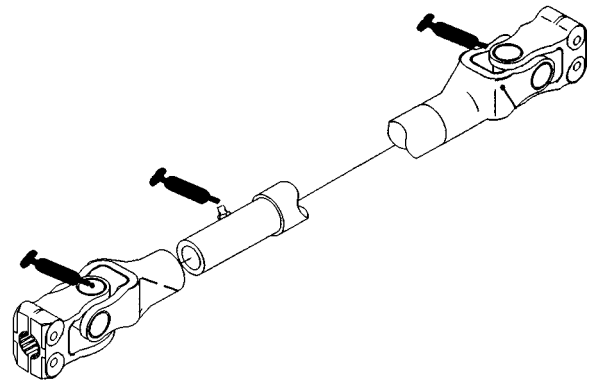

Bild 15
Nur Allradantrieb-Modelle—Lenkzylinder-Kugelgelenke (2), Hinterachsspurstange (2), Hinterachsgelenk (1), Doppelkardangeln (2 Stück pro Seite) (Bild 14) und hintere Antriebswelle (3) (Bild 15).